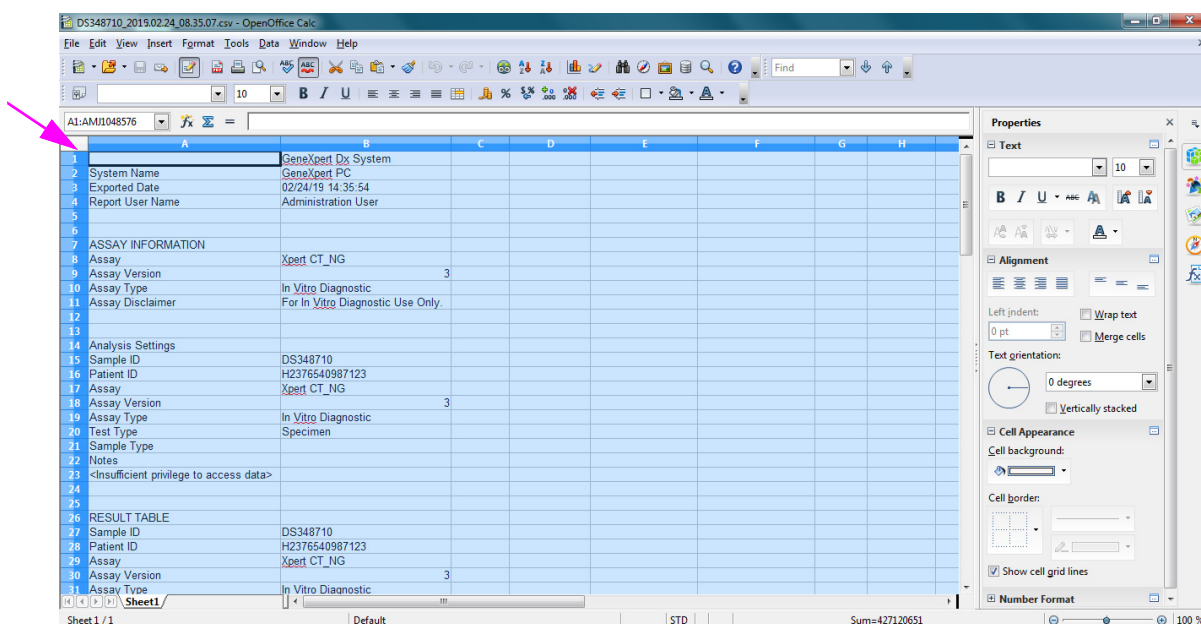

Figura D-5. Tutte le caselle selezionate
6. Dopo aver effettuato le selezioni, fare clic su **OK**. Verrà visualizzato il file .csv. Vedere la Figura D-5.
7. Dopo aver aperto il file, fare clic nell'angolo in alto a sinistra del foglio di lavoro per evidenziare tutte le caselle, come mostrato nella Figura D-5.